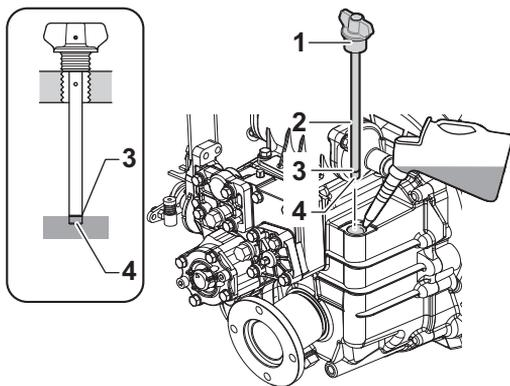

Figura 7
2. Retire a tampa do bocal de enchimento (**Figura 7, (1)**) na parte superior da caixa.
3. Remova a vareta do óleo (**Figura 7, (2)**) e limpe com um pano limpo.
4. Insira novamente a vareta sem enroscar. Consulte a ilustração (**Figura 7**).
5. Retire a vareta. O nível de óleo deve ficar entre as linhas superior (**Figura 7, (3)**) e inferior (**Figura 7, (4)**) da vareta do óleo.
3. Abasteça de óleo até ao limite superior na vareta (**Figura 7, (3)**) Ver *Especificações do óleo da transmissão marítima na página 59.*